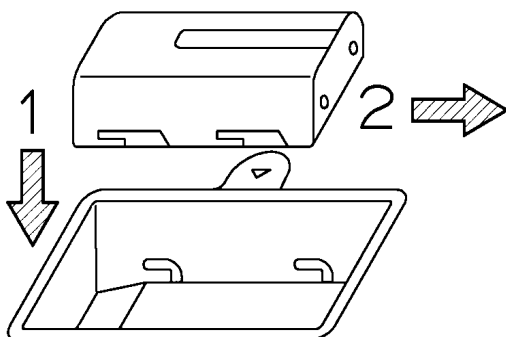
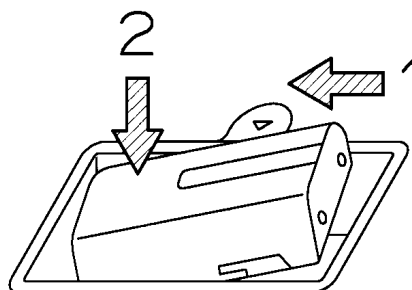

図3-2 バッテリーパックの取り付け
図3-3 バッテリーパックの取り外し
a) バッテリーパックの取り付け (図3-2参照)
- ① 16電源スイッチが“OFF”になっていることを確認します。
- ② 本器上面の2バッテリー蓋を開け、バッテリーパックの向きを確認してバッテリーホルダに入れます。
- ③ バッテリーパックを前に押し、端子に吻合させ、2バッテリー蓋を閉めます。
b) バッテリーパックの取り外し (図3-3参照)
- ② 本器上面の2バッテリー蓋を開け、バッテリーパックを後ろにずらします。
- ③ バッテリーパック後部を押し下げることにより、バッテリーパック前部が持ち上がり、取り出しが容易になります。